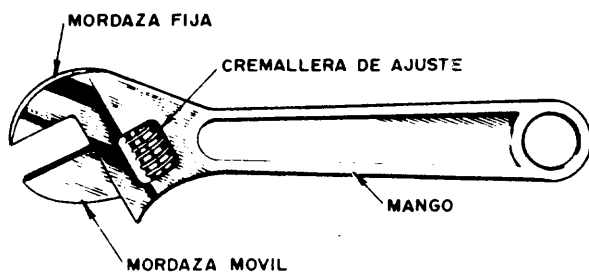

Fig. 11
- b) Llave ajustable tipo crescent (fig. 11).